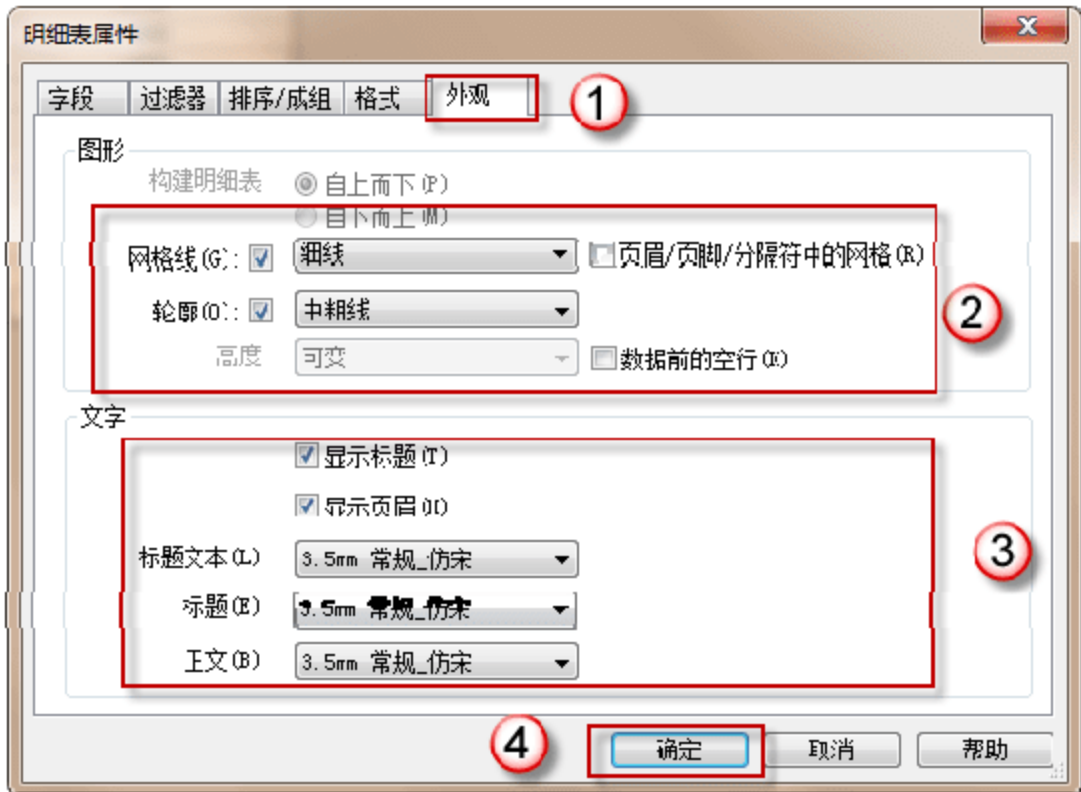

图 13.3.5 “外观”选项卡
(5) 设置新建明细表外观。切换至“外观”标签，确认选中“网格线”复选框，设置网格线样式为“细线”；选中“轮廓”复选框，设置轮廓线样式为“中粗线”，取消“数据前的空行”复选框的选择；确认选中“显示标题”和“显示页眉”复选框，分别设置“标题文本”“标题”和“正文”样式为“3.5mm 常规\_仿宋”，单击“确定”按钮，完成明细表属性设置，如图 13.3.5 所示。